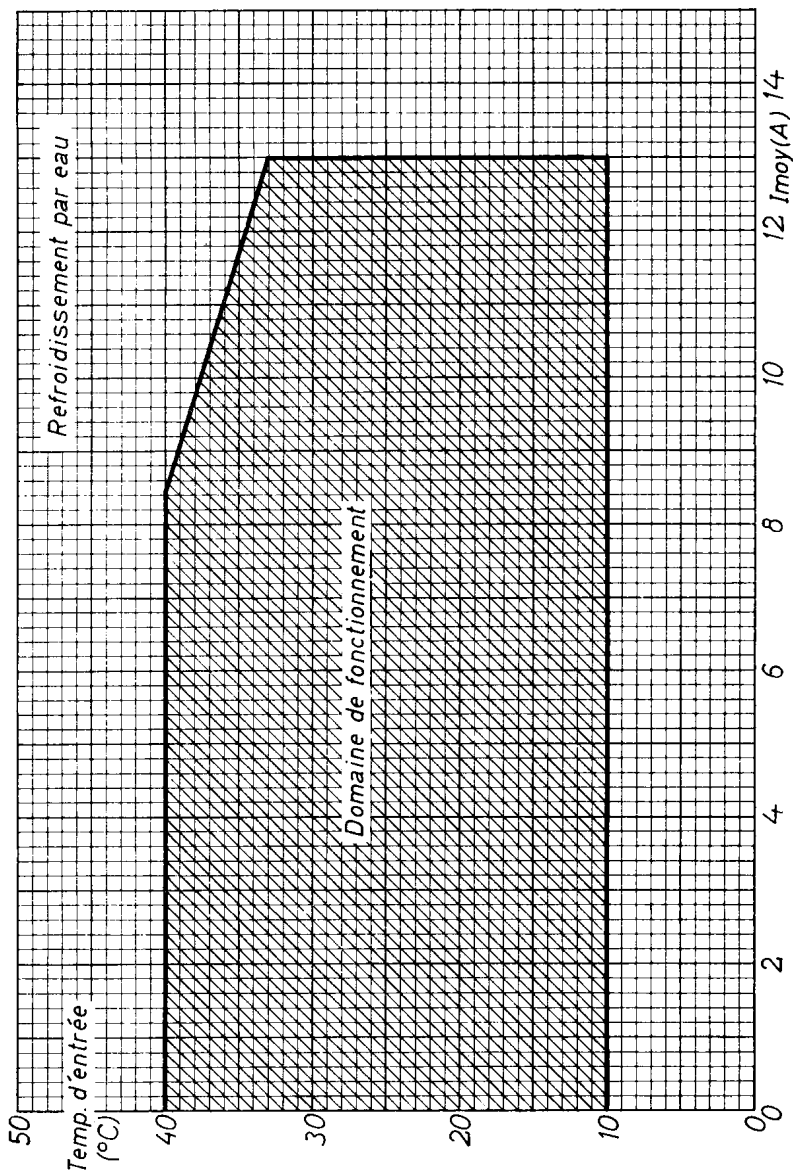

Fig. 5
Température de l'eau à l'entrée du refroidisseur : voir les figures 5 et 7.
(1) Pour un fonctionnement à des températures plus élevées, on se reportera aux figures 5 et 6.
(2) Deux tubes montés en parallèle inverse. Montage dit " tête-bêche ".
(3) Temps d'intégration maximal 0,15 s.
(4) Il s'agit de la valeur efficace du courant qui traverse la charge et les câbles d'alimentation, obtenue par intégration sur une période complète ($I_c = I_{eff} \sqrt{k}$).
(5) Pour des tensions d'alimentation inférieures à 250 V_{eff}, les valeurs de courant moyen sont les mêmes que pour cette valeur de tension.
(6) Il s'agit du nombre maximal de périodes pendant lesquelles une paire de tubes peut conduire, avec ou sans interruption, sous réserve de ne pas dépasser le temps d'intégration maximal, à la fréquence de 50 Hz.